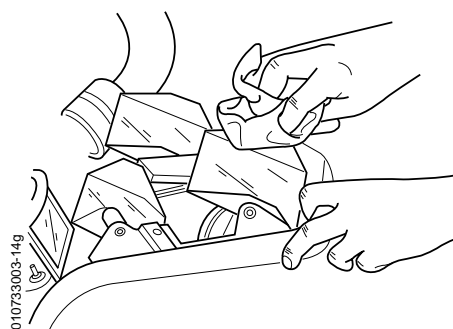

FIG. 8
- 10) Die Spiegel und Luken mit einem weichen Tuch mit leicht alkoholisiertem Mittel imprägniert (höchstens 20 %) reinigen (Abb. 8).
- 10) Nettoyer les miroirs et les hublots à l'aide d'un chiffon doux légèrement imbibé d'une solution alcoolisée à moins de 20% (FIG. 8).
- 10) Clean the mirrors and the ports thanks a lintfree cloth and a 20% solution of alcohol (FIG. 8).